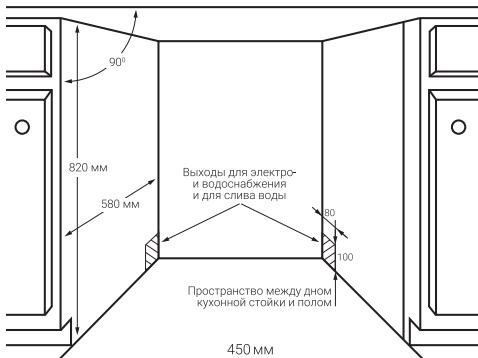

Рис. 1
- Выбирайте место для установки рядом с раковиной, что облегчает подключение шлангов для подачи и отвода воды (рис. 1).